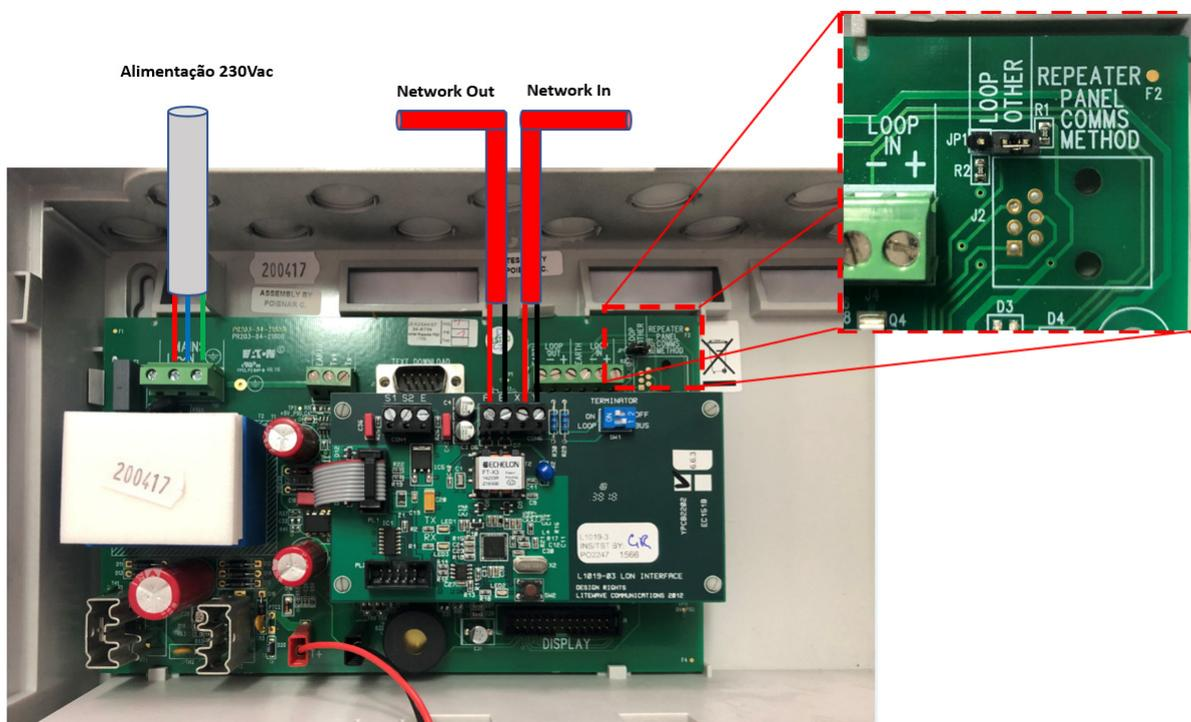

Figura 10
- Devemos nos atentar a posição dos Jumpers que definem o tipo de conexão que repetidora vai receber o sinal do painel que está conectada o primeiro Jumper fica posicionado do lado direito dos conectores de Loop, como destacado (Figura 10), deve estar locado na opção OTHER.